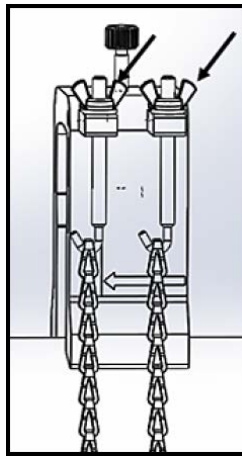

图 31: 固定轭架
7. 拧紧螺母以将轭架固定到管子上 (请参见下面的 图 31)。